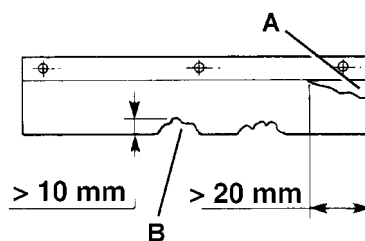

Abbildung 20
Die Flaps bei Schnitten von mehr als 20 mm (A, Abb. 20) oder Durchbrüchen/Durchrissen von mehr als 10 mm (B) ersetzen (zum Flaps-Ersetzen, siehe die Service-Anleitung).